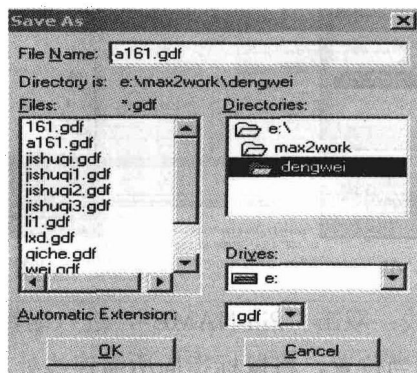

图 1-11 保存原理图文件
(6) 保存原理图文件: 选菜单 [File] | [save] 保存文件名为 “a161.gdf”, 如图 1-11 所示。